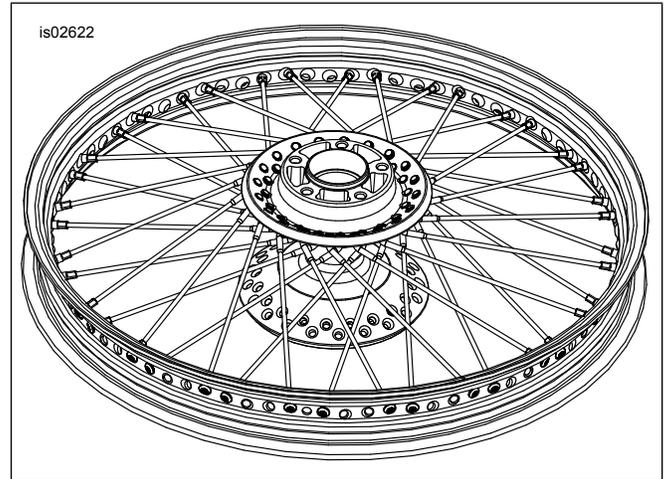

Figura 6. Instale los rayos interiores
5. Vea Figura 6. Inserte el primer rayo de la fila **interior** en el cubo. Coloque el rayo en un ángulo hacia la izquierda, cruzando **cuatro** rayos de la fila exterior. Sin apretar, arme los racores de los rayos.